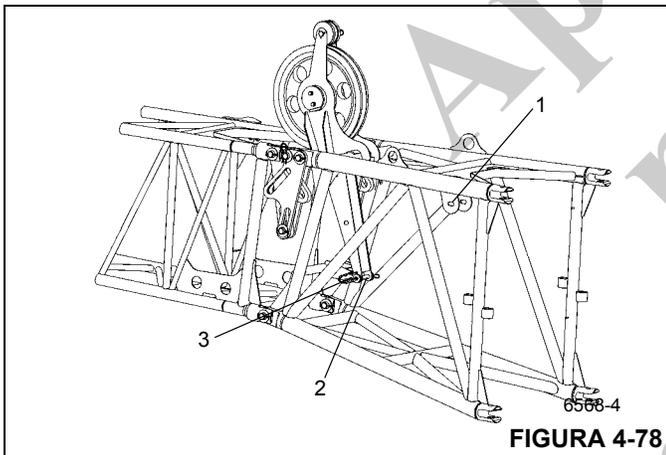

FIGURA 4-78
- Remova o pino (2) do olhal de armazenamento (1) (Figura 4-78).
- Dobre a polia defletora para cima e fixe com o pino no olhal (3).